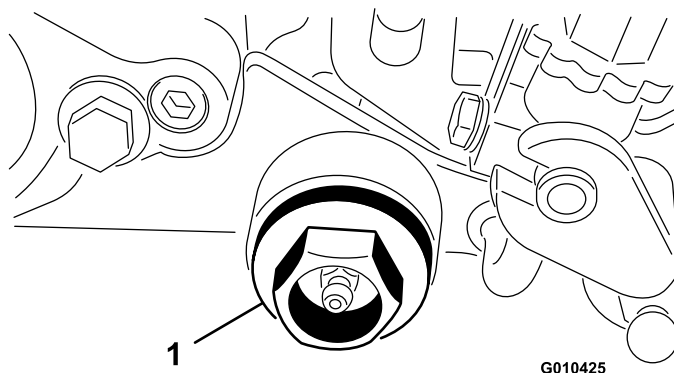

Figura 36
10. Retire el tapón de la carcasa del acondicionador (Figura 36).